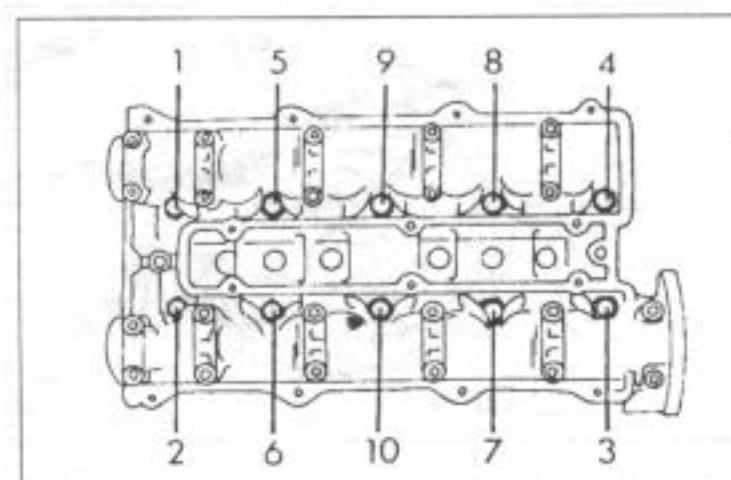

Рис. 33.
- Гидравлические толкатели (5) вынуть и расположить в последовательности сборки.
- Пользуясь рис. 33, освободить болты головки блока цилиндров в указанном порядке в несколько приемов. В случае, если головка блока цилиндров не вынимается, можно вставить отвертку между выступом на головке и блоком цилиндров и надавить на головку. Ни в коем случае не пытайтесь вставить отвертку между уплотняющими поверхностями, чтобы нажать на головку.